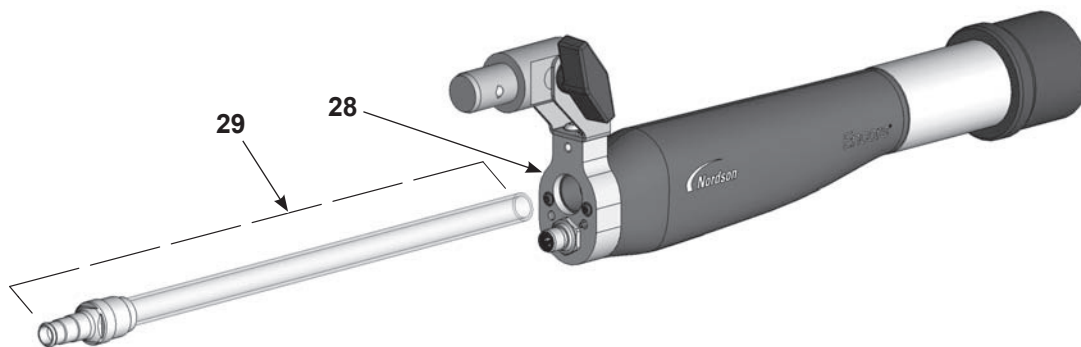

Figure 15 Remplacement du tube à poudre
19. Voir la Figure 15. Monter le tube à poudre (22) dans l'adaptateur (30) avec un mouvement de torsion pour insérer le tube à travers le joint torique interne jusqu'à ce qu'il soit bien en place.